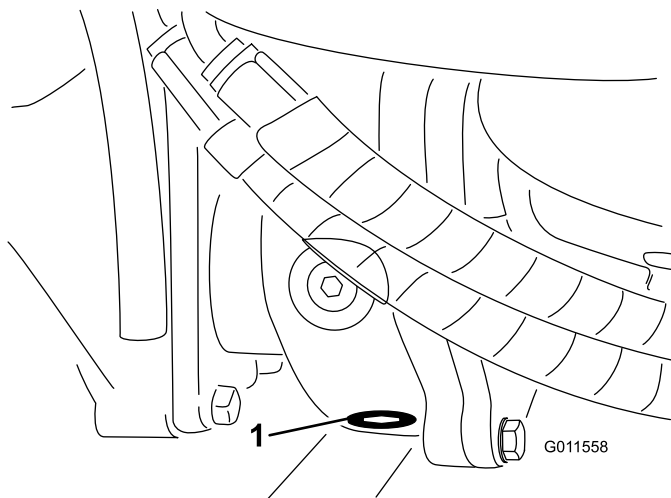

Figure 71
5. Nettoyez la surface autour du bouchon de vidange au bas du boîtier d'engrenages (Figure 71).